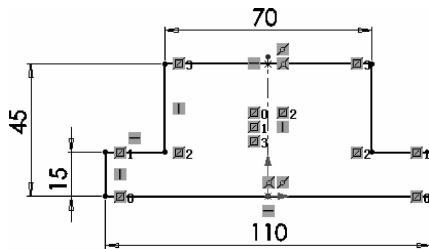

图 1-22 最终完成的基座零件模型草图
②在微调框中输入尺寸值“45”，单击 \checkmark 按钮，完成尺寸修改。按同样方法标注并修改其他尺寸，最终完成的草图如图 1-22 所示。